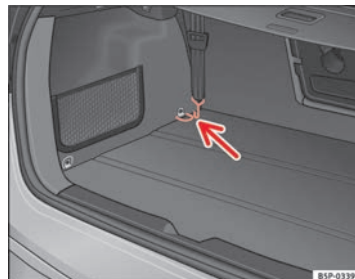

Fig. 127 Argollas de amarre para tensar la red separadora
- Enganche los cinturones en las argollas de amarre anteriores para tensar la red ⇒ **fig. 127**. ■